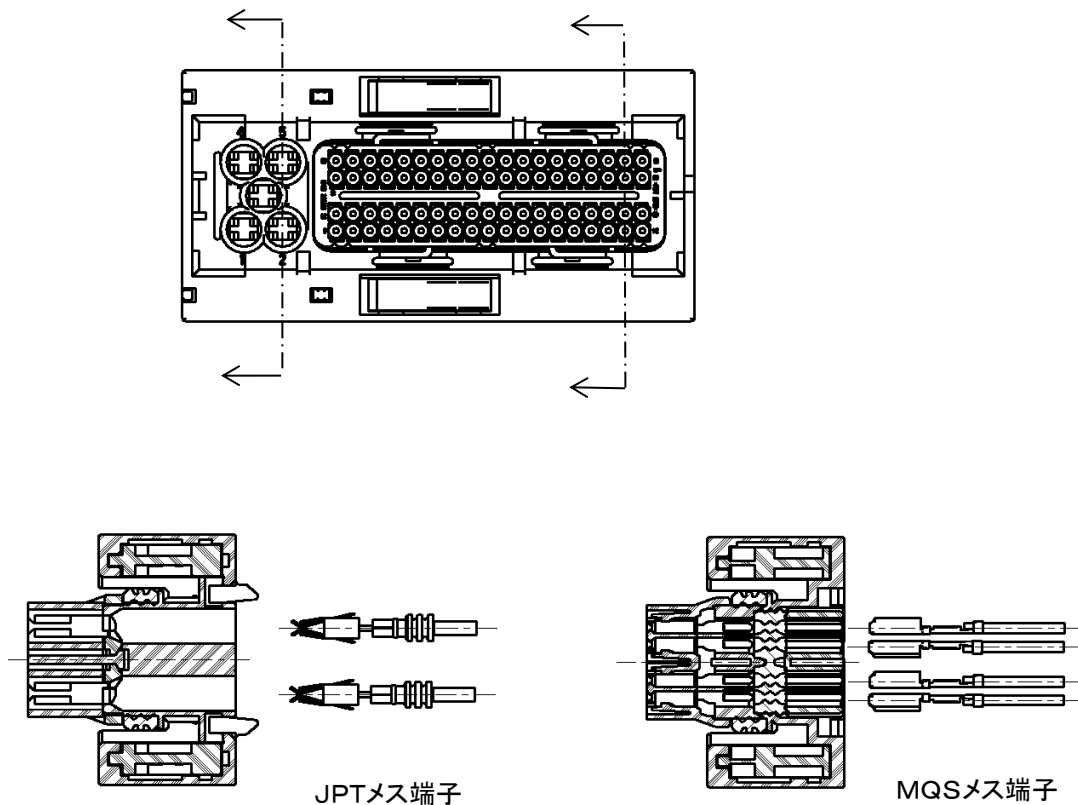

Fig. 9
(2) Fig. 9 のような向きにメス端子を指定のキャビティ(メス端子が収納される穴)に挿入します。ランス(端子ランス)が係止され、それ以上挿入できなければ完了です。